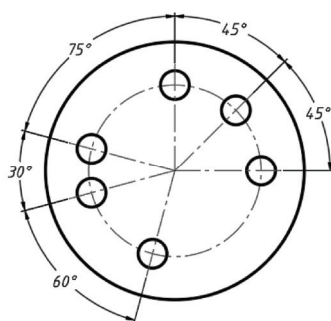

图 8-32 完成连续标注
- 5 使用对象捕捉继续指定其他尺寸界线原点,然后按两次〈Enter〉键结束命令,完成连续标注的结果如图 8-32 所示。